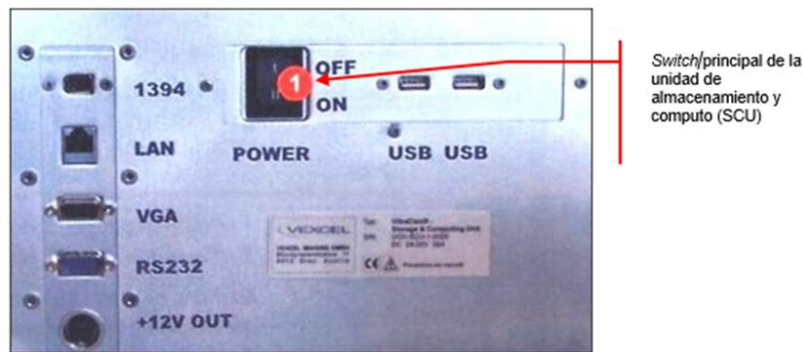

Figura 40. Switch principal del Storage and Computing Unit (SCU)
4. Apague la cámara Ultracam D usando el switch principal de la unidad de almacenamiento y computo (SCU), Figura 40.